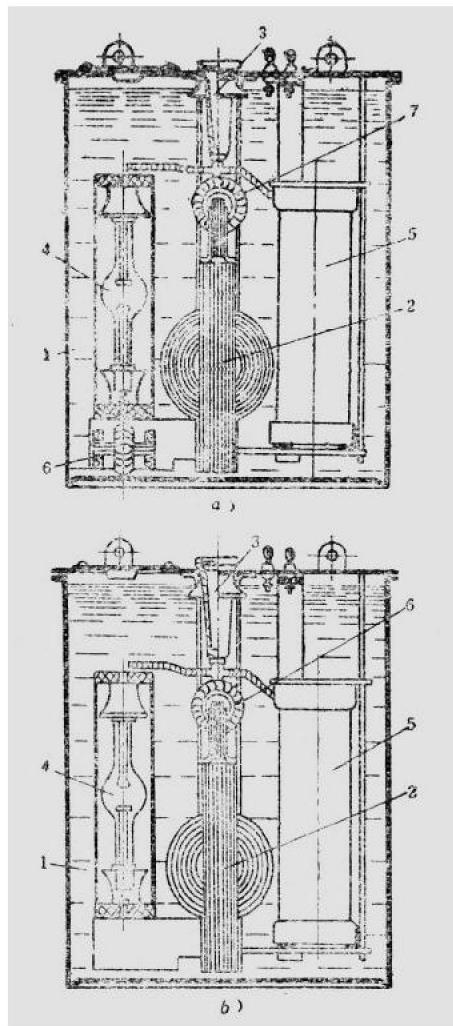

图4 阴极油槽 a) 和阳极油槽 b)
**二、高压发生装置：**高压发生器通常分装在两个油槽中，阴极油槽（图 4 a）中放有高压变压器、整流管及整流管加热变压器、电容器及 X 射线管加热变压器。阳极油槽（图 4 b）中放有高压变压器、整流管及整流管加热变压器、电容器。阴极高压发生器发生 -100 千伏电压，阳极高压发生器发生 +100 千伏的电压。在 X 射线管两端的电压就是 200 千伏。